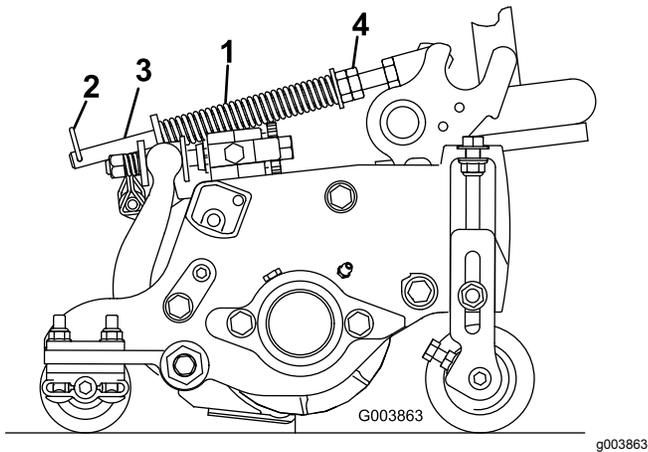

图15
2. 拧紧弹簧杆前端的六角螺母直至压缩后的弹簧长度为 159mm 图15。
草坪补偿弹簧图15可将重量从前滚筒转移至后滚筒。这有助于减少草坪的波动图形也称为波浪形或摆动形。
1. 确保发卡销安装在弹簧杆的后孔内 图15。